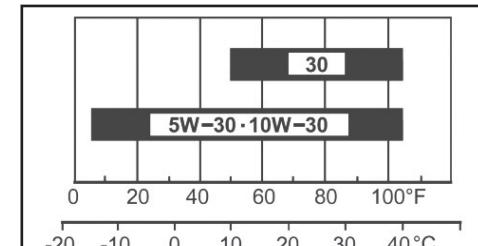

Рис. 11
8.1.5. Если уровень масла оказывается вблизи или ниже минимальной отметки на щупе (29), долейте рекомендуемое масло (п. 8.1., Рис. 11) до уровня верхней отметки на щупе (29) (нижний край маслоналивного отверстия (Рис. 16)). Не напливайте масло выше уровня.